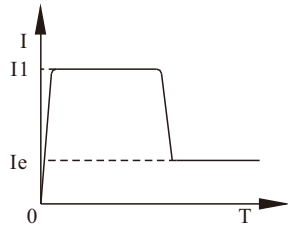

图9.1
- b) 图9.1为限电流起动模式的电机电流变化波形。其中I1为设定的起流动限流量，当电机起动时，输出电压迅速增加，直到电机电流达到设定的限流值I1，并保持电机电流不大于该值，然后随着输出电压的逐渐升高，电机逐渐加速，当电机达到额定转速时旁路接触器吸合，输出电流迅速下降至电机额定电流I_e或以下，起动过程完成。